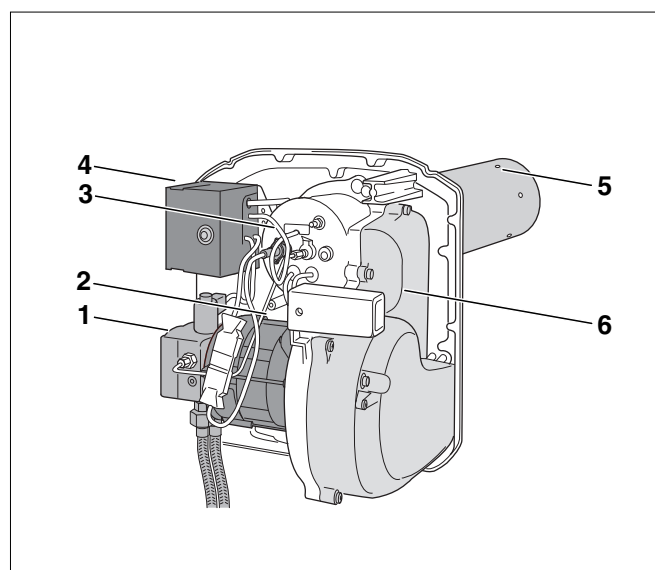

Fig. 1 Quemador
- Cañón del quemador (fig. 1, **pos. 5**)
- Bomba de gasóleo con electroválvula y tubos de conexión de gasóleo (fig. 1, **pos. 1**)
- Carcasa del quemador (fig. 1, **pos. 6**)
- Motor del quemador (fig. 1, **pos. 2**)
- Programador de combustión con tecla contra perturbaciones (fig. 1, **pos. 4**)
- Detector de llama (fig. 1, **pos. 3**)